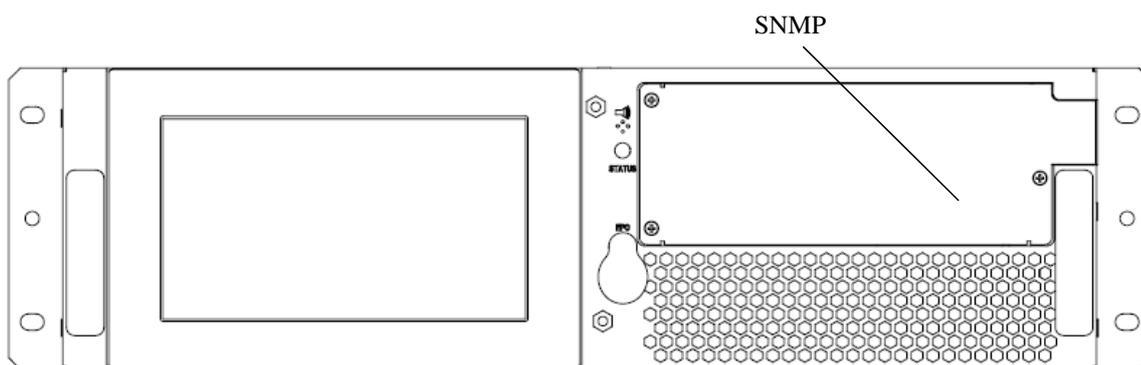

Fig. 8-1: Card SNMP
1. Rimuovere la copertura dello slot intelligente (vedi fig. 8-1).